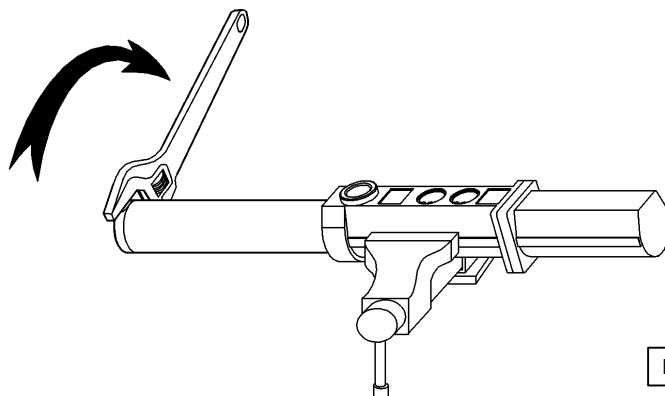

Fig. 4
1. Secure the pump in a vice in the horizontal position, tightening the jaws on the provided pads along the pump body (16).
2. To unscrew the suction tube (29) from the pump body (16), use a wrench on the milling (46 mm) of the foot valve body (33) (fig. 4) for stubby pump, or a rod in the holes of the foot valve body for long pump.
1. Fijar la bomba en una mordaza agarrando por el cuerpo de la bomba (16) con la bomba en posición horizontal.
2. Para desenroscar el tubo de aspiración (29) del cuerpo de la bomba, usar llave en el fresado (46 mm) del cuerpo válvula de pie (33) (Fig. 4) para la bomba corta, o una varilla en los agujeros del cuerpo válvula de pie para la bomba larga.
1. Placer la pompe sur un établi et la serrer au niveau du corps de la pompe (16) tout en maintenant cette dernière en position horizontale.
2. Pour les pompes courtes, desserrer le tube d'aspiration (29) du corps de la pompe à l'aide d'une clé fixe de 46 mm au niveau du fraisage du corps du clapet de pied (33) (voir Fig.4). Pour les pompes longues, il est préférable de placer une baguette au niveau des orifices du corps du clapet de pied.